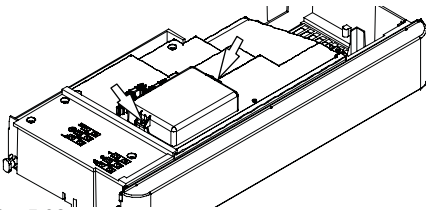

Fig. 5.32
- Quite los dos tornillos indicados en la Fig. 5.32 y abra la tapa del tablero de bornes de conexión de la sonda externa.
Desenrosque los tornillos y quite la tapa del tablero de bornes (Fig. 5.32).